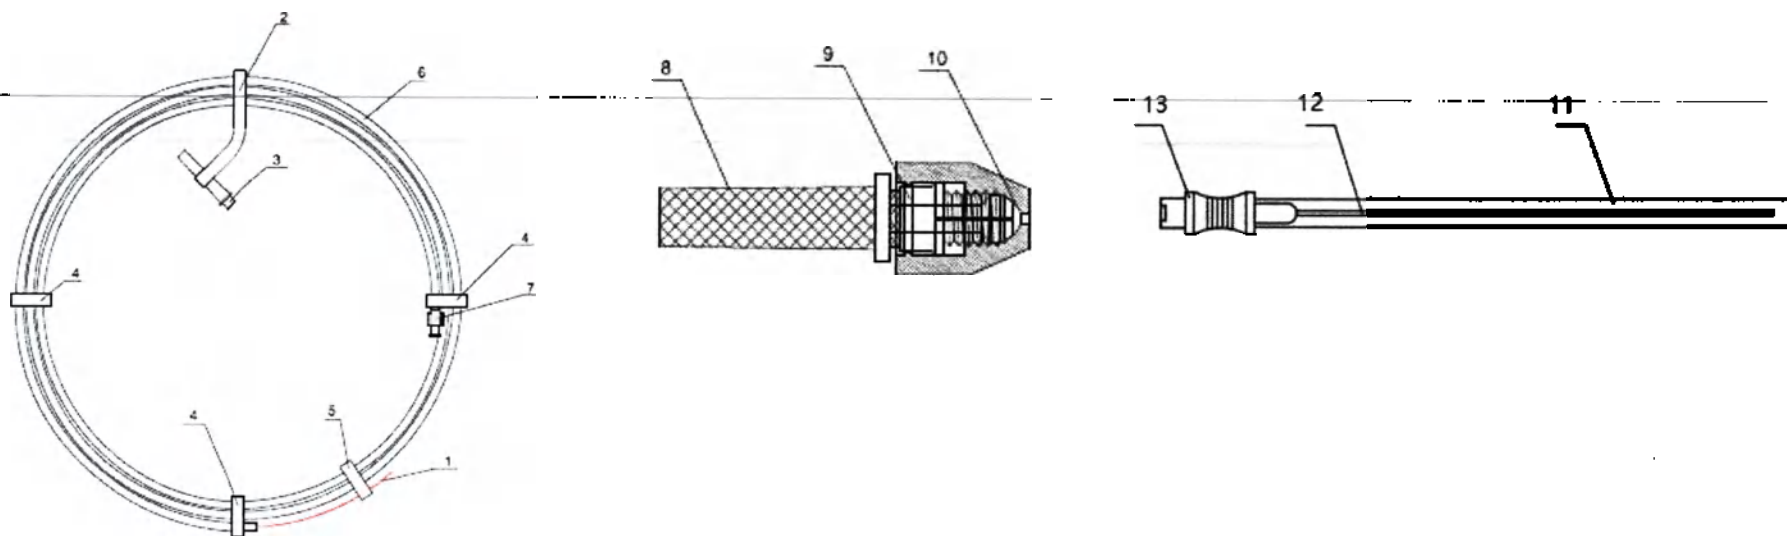

Рис. 1 Общий вид набора микропроводника внутрисосудистого Shunmei в сборке/ Fig. 1 General assembly drawing of Intravascular micro guidewire kit Shunmei
11. Изображение и описание изделия Набор микропроводника состоит из: микропроводника внутрисосудистого, инструмента для введения, торкера. Общий вид набора микропроводника внутрисосудистого в сборке приведен на	11. Picture and description of device Intravascular micro guidewire kit consists of: Intravascular micro guidewire, Insertion tool, torquer. General assembly drawing of Intravascular micro guidewire kit follows Figure 1. Structural drawing of